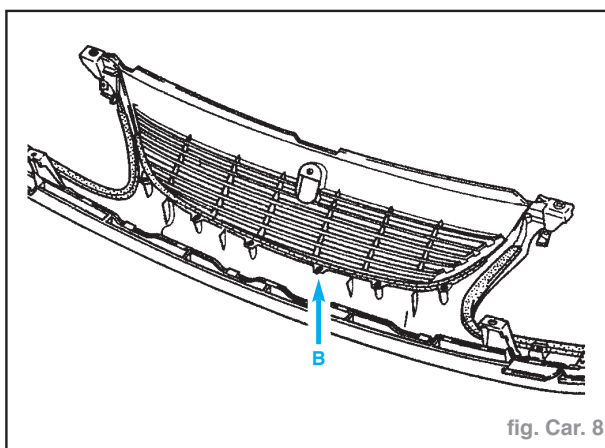

fig. Car. 8
Particularités : La calandre est en deux parties pour désolidariser celle-ci ôter les vis (B) (fig. Car. 8).